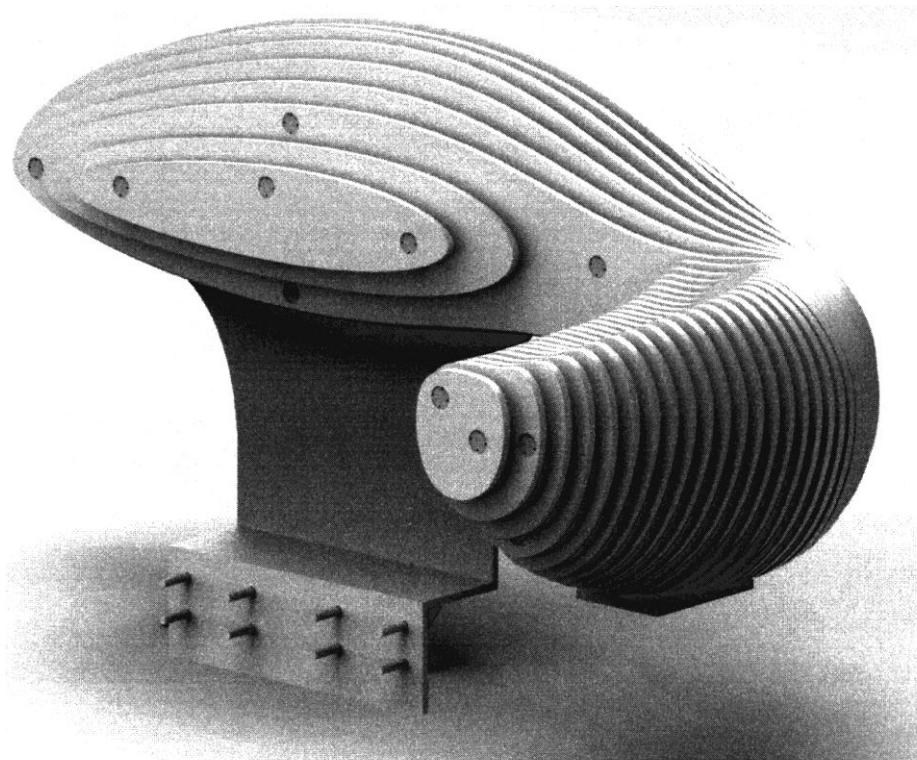

Fig.8
- Fig. 8** – przedstawia wtyczkę w ujęciu perspektywicznym w widoku z lewej strony.